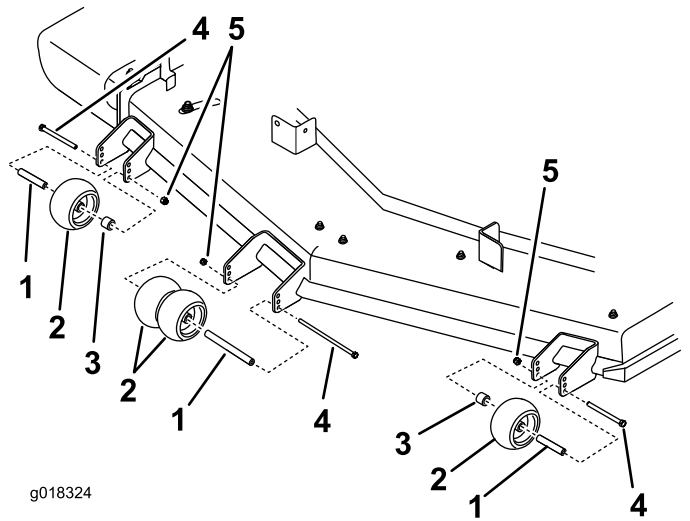

Figura 26
4. Asegúrese de que los espaciadores y los casquillos están instalados (Figura 26).